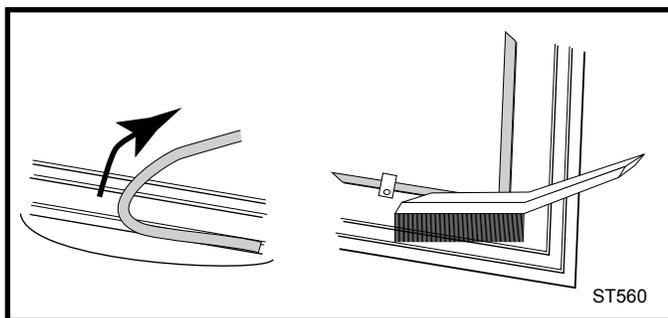

Fig. 45 Retirez le joint puis nettoyez le profilé à l'aide d'une brosse métallique
1. Retirez le joint existant en le tirant fermement par une extrémité. (Fig. 45)